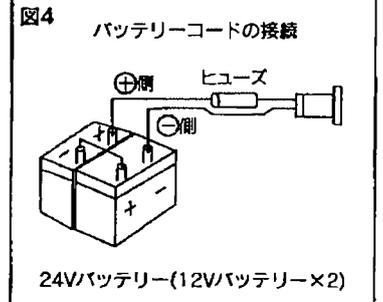

図4
①同梱のバッテリーコード (ヒューズ付き) をバッテリーのプラス、マイナス両端子に接続します。(図4)